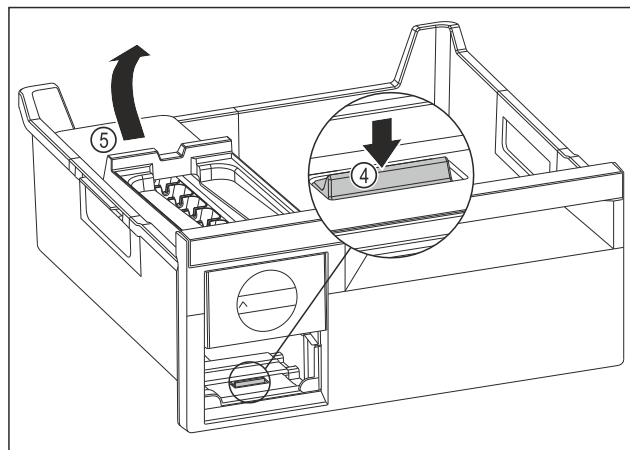

Fig. 110
- ▶ Wyjmowanie korpusu EasyTwist-Ice: Nacisnąć nakładkę Fig. 110 (4) palcem w dół i jednocześnie podnieść korpus EasyTwist-Ice Fig. 110 (5) od tyłu drugą ręką.